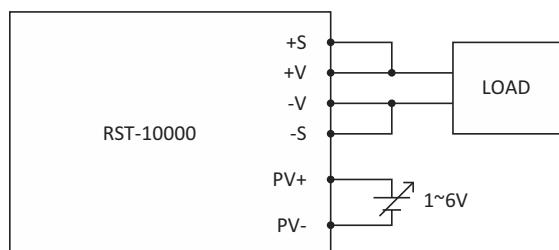

图3.1
(1) DIP开关设置方式
(2) 在CN992或CN993的PV+和PV-间加一DC电压源。+S和+V，同-S和-V，需要按照下图3.1的方式连接